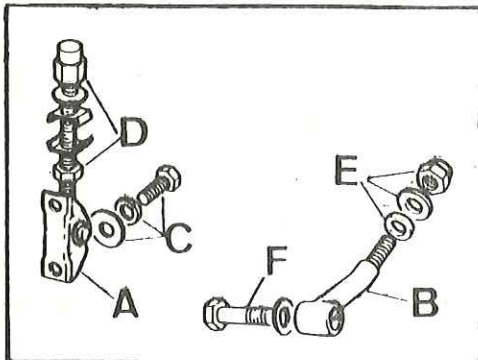

Fig. Q1-17 Elementos de sujeción del parabrisas
- 1.3. Aflojar las tuercas, D (Fig. Q1-17) de las tirantas, A, del parabrisas.
- 1.4. Extraer los tornillos, F (Fig. Q1-17) de retención de los soportes de -- abatimiento, B, del parabrisas y retirar éste del vehículo.